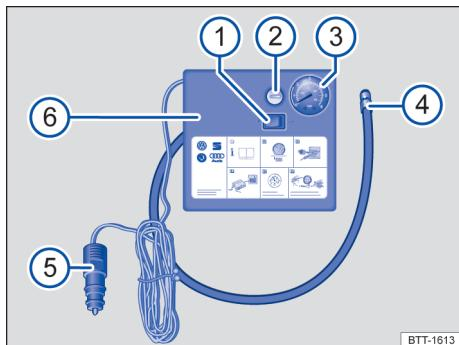

Fig. 195 Representação esquemática: compressor do kit de reparo de furos.
O compressor do kit de reparo de furos é composto pelos seguintes elementos → Fig. 195:
- Rosqueie fixamente a mangueira de enchimento dos pneus → **Fig. 195** ④ do compressor de ar na válvula do pneu.
- Verifique se o bujão de descarga de ar → **Fig. 195** ② está fechado.
- Acople o conector de 12 V → **Fig. 195** ⑤ a uma tomada 12 V do veículo → Página 177.
- Ligue o compressor de ar com o comutador liga / desliga → **Fig. 195** ①.
- Deixe o compressor em funcionamento até alcançar uma pressão de 2,0 a 2,5 bar (29-36 psi / 200-250 kPa) → **⚠ Não o deixe funcionar mais de 8 minutos** → **①**.
Volte a rosquear a mangueira de enchimento dos pneus → **Fig. 195** ④ e verifique a pressão do pneu no indicador ③.